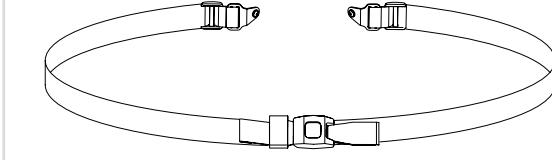

Fig. 4.72
1. Anslut (A) till sitsens ram med hjälp av en skruv till vänster och till höger. (Fig. 4.72)